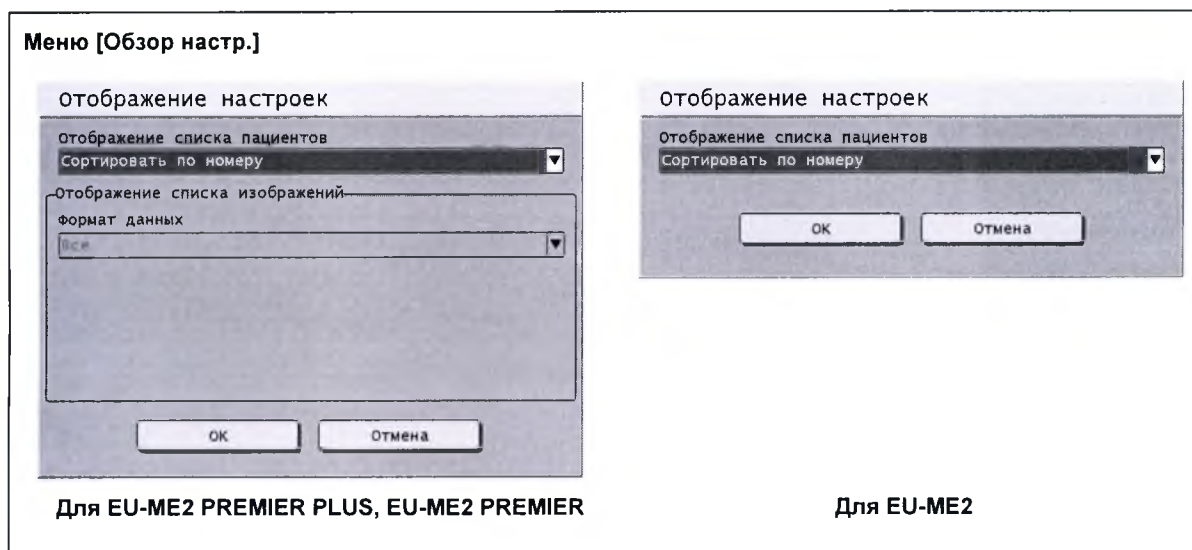

Рисунок 7.258
- 2 Нажмите кнопку [Setting Display] (Обзор настр.) в левом нижнем углу меню, чтобы открыть меню [Setting Display] (Обзор настр.), которое можно использовать для изменения способа отображения списка каталогов в поле [Patient data list] (Список данных пациента) в левой части исходного меню (см. рис. 7.258).